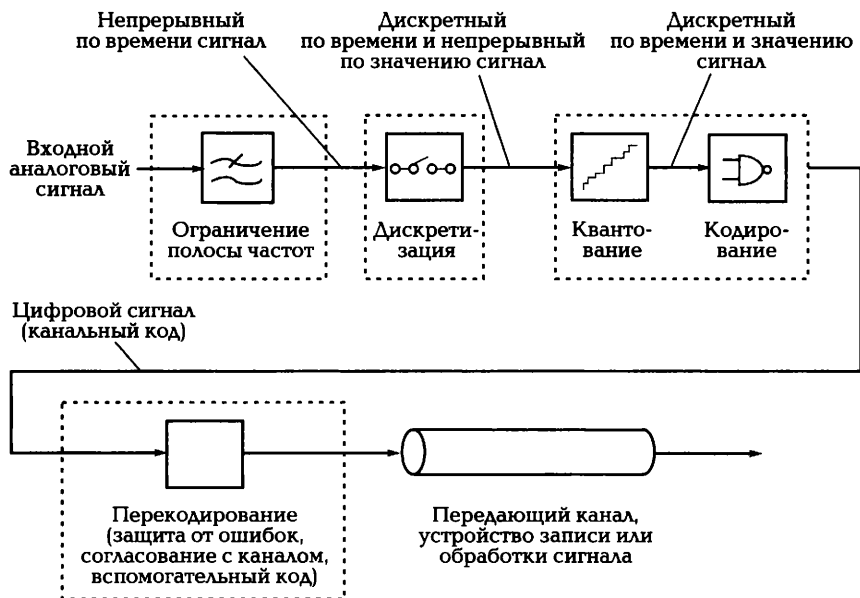

Рис. 5.2. Схема аналого-цифрового преобразования звукового сигнала
*Аналого-цифровое преобразование* представляет собой преобразование аналогового сигнала в цифровой и состоит из следующих основных этапов: дискретизации, квантования и кодирования. Схема аналого-цифрового преобразования звукового сигнала представлена на рис. 5.2.